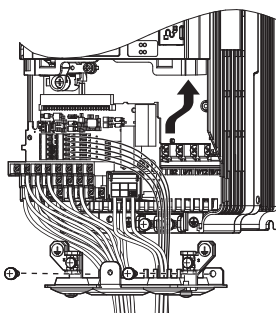

図 83 インバータの交換（端子台の取付け）
1. 主回路の配線が終わったら、図 83 に従って、着脱式端子台をコネクタにしっかり差し込み、固定ねじで固定してください。